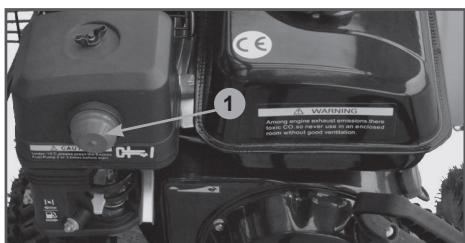

Рис. 25 Расположение ручного топливного насоса
- Нажмите 3 раза на ручной топливный насос 1 (Рис. 25).